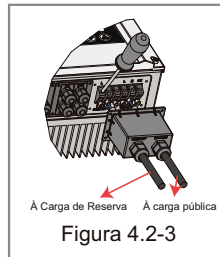

Figura 4.2-3
- **Conexões de entrada de rede e de reserva:** confirme se as conexões de entrada de rede para a rede de energia e a reserva estão conectadas às cargas e se as polaridades (L1/L2/L3/N estão em sequência) não estão invertidas. Consulte a figura 4.2-3.